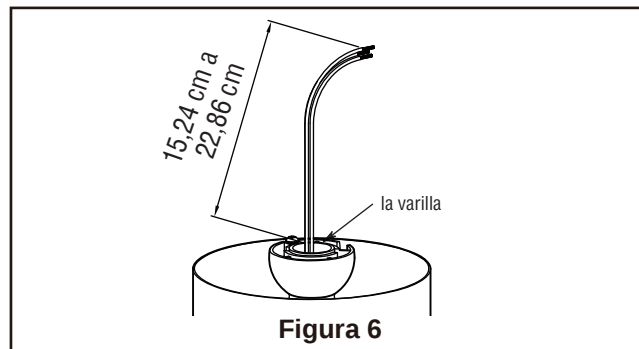

Figura 6
- ☐ 6. Corte el exceso de cable aproximadamente de 15 a 23 cm (6 a 9 pulgadas) por encima de la parte superior del barral. Pele 1,2 cm (½") del aislamiento en cada extremo del cable. (Figura 6)
- ☐ 5. Una vez haya hecho las conexiones, coloque los cables hacia arriba y empújelos cuidadosamente hacia dentro de la caja de la toma de corriente, poniendo los cables blancos y verdes a un lado de la caja y los negros hacia el otro lado. Los cables deben ser colocados de forma extendida poniendo el conductor de la toma de tierra y el conductor de toma de tierra del equipo a un lado de la caja, colocando el conductor sin toma de tierra en el otro lado de la caja. (Figura 6)